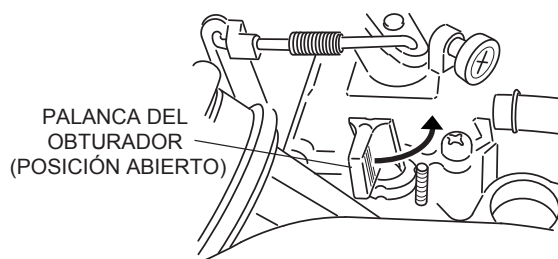

Figura 7. Palanca del obturador
2. Coloque la palanca del obturador en la posición de cerrado. Cuando el clima esté frío, cierre el obturador en todo su recorrido. Cuando haga calor, o si el motor está caliente, abra el obturador un poco o déjelo totalmente abierto (Figura 7).
4. Si el motor no arranca, mueva la palanca del obturador (Figura 7) hacia la posición media abierta para evitar ahogarlo.